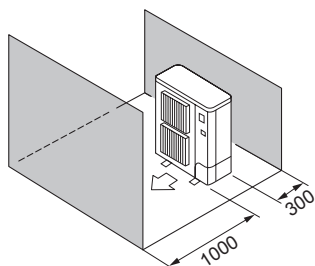

Fig. 2-10
- ⑤ Kun forhindringer foran og bagved (Fig. 2-10)